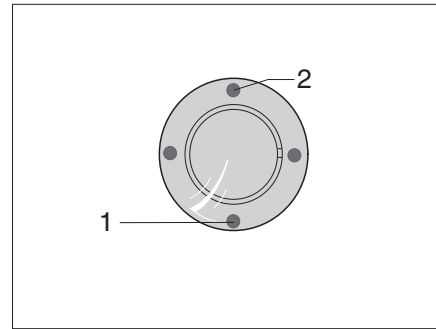
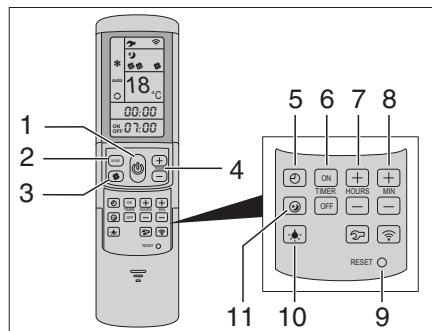

Bild 115 IR-Empfänger/Funktionsanzeige
Bild 116 Fernbedienung
Die Klimaanlage ist auf dem Dach des Fahrzeugs angebracht. Die Fernbedienung (Bild 116) für die Klimaanlage befindet sich im Küchenbereich.
Die Klimaanlage ist betriebsbereit. Die blaue LED (Bild 115,1) leuchtet.
- Zum Einschalten die Taste (Bild 116,1) auf der Fernbedienung drücken. Die blaue LED (Bild 115,1) blinkt.
- Die gewünschte Betriebsart mit der Taste MODE (Bild 116,2) einstellen.
- Bei Bedarf mit der Taste (Bild 116,3) die gewünschte Gebläsestufe und mit den Tasten (Bild 116,4) die Raumtemperatur einstellen.
Im Kühlbetrieb: Ist die auf der Fernbedienung eingestellte Temperatur erreicht, erlischt die blaue LED (Bild 115,1), der Kompressor schaltet ab und das Umluftgebläse läuft weiter.
Im Heizbetrieb: Ist die auf der Fernbedienung eingestellte Temperatur erreicht, erlischt die gelbe LED (Bild 115,2), der Kompressor schaltet ab und das Umluftgebläse läuft weiter. Wird die eingestellte Raumtemperatur unterschritten, schaltet das Gerät automatisch wieder auf Heizbetrieb.
**Ausschalten:** ■ Zum Ausschalten die Taste (Bild 116,1) auf der Fernbedienung erneut drücken.
- Zum Programmieren die Klimaanlage mit der Taste (Bild 116,1) auf der Fernbedienung einschalten.
- Mit der Taste (Bild 116,2) die gewünschte Betriebsart und mit den Tasten (Bild 116,4) die Raumtemperatur einstellen.
- Mit den Tasten (Bild 116,6) die gewünschte Funktion auswählen:
- Mit den Tasten (Bild 116,7 und 8) die gewünschte Schaltzeit wählen (15 Minuten bis 24 Stunden).
- Einstellung mit den Tasten "ON" oder "OFF" (Bild 116,6) bestätigen.